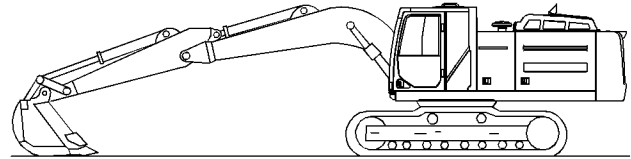

Ilustración 375
2. Retraiga completamente la varilla del cilindro del brazo. Ajuste la posición del cucharón de modo que el cucharón quede paralelo al suelo. Baje la pluma hasta que el cucharón quede al ras del suelo. Consulte la ilustración 375.